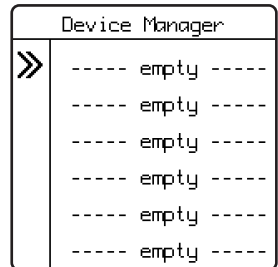

Abb. 5
- Wählen Sie mit den Pfeil-Tasten einen leeren Platz (----- empty -----) in der Liste aus (Abb. 5).